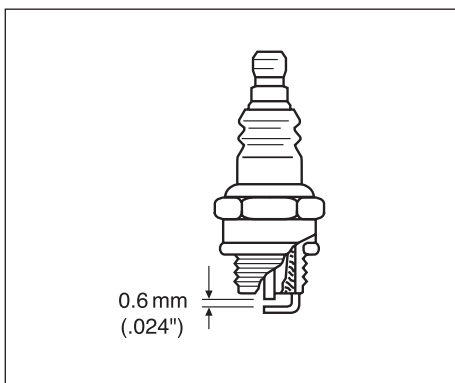

Рис. 3-3
**Свеча зажигания (Рис. 3-3)**